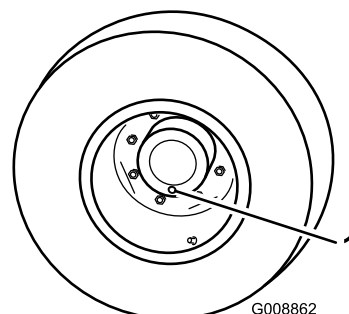

図 74
1. 平らな場所で、点検/ドレンプラグが一番低い位置（時計の 6 時の位置）に来るように停止させる（図 74）。